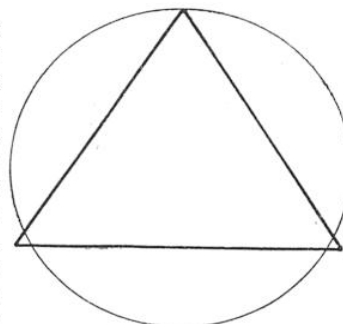

FIG. 23. — UN TRIANGLE QUI PARAÎT ÉQUILATÉRAL TOUT EN NE L'ÉTANT PAS
5° Les dimensions verticales (ou voisines de la verticalité) paraissent accrues par rapport aux dimensions horizontales (fig. 22). Si les façades des immeubles qui bordent les deux côtés du haut de l'avenue des Champs-Élysées étaient rabattues sur la chaussée, elles laisseraient libre une bande large de 30 mètres ! Un triangle équilatéral, dont un côté est horizontal, donnerait l'impression que ce côté horizontal est trop petit par rapport aux deux autres : n'en déplaise aux géomètres, les côtés du triangle que l'œil juge équilatéral (fig. 23) ne sous-tendent pas des arcs égaux dans un cercle (2). Cette illusion, toutefois, ne se